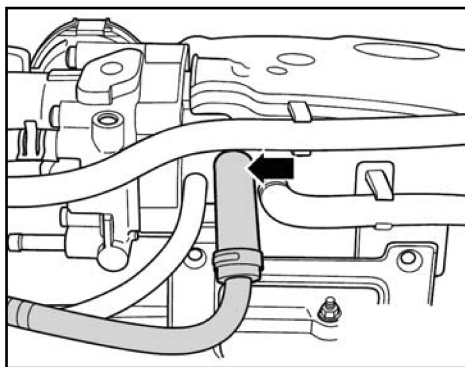

图 5-7 断开真空软管
- 3) 将进气管上至制动助力器的真空软管 (图 5-7 中的箭头所示) 拔下。